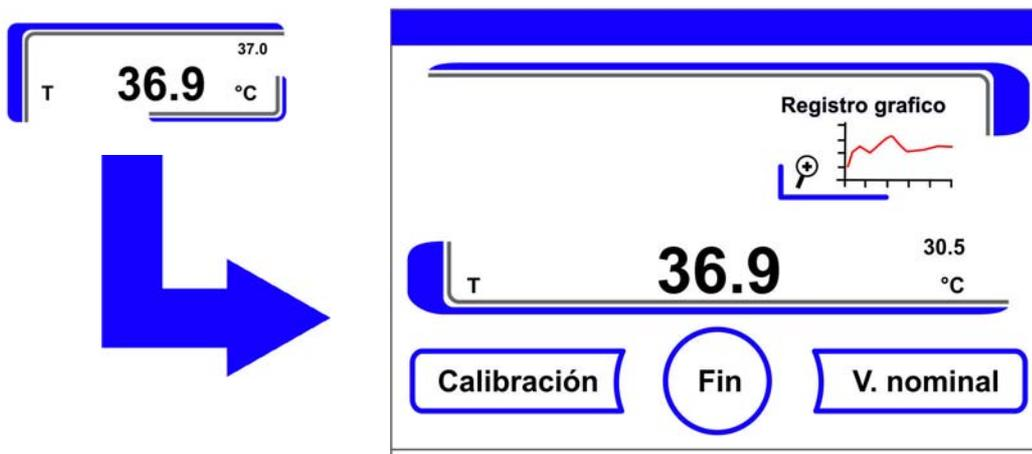

Figura 9-2. Campo de indicación de la temperatura y menú de selección de la temperatura
- Se indica el menú de temperatura (Figura 9-2).